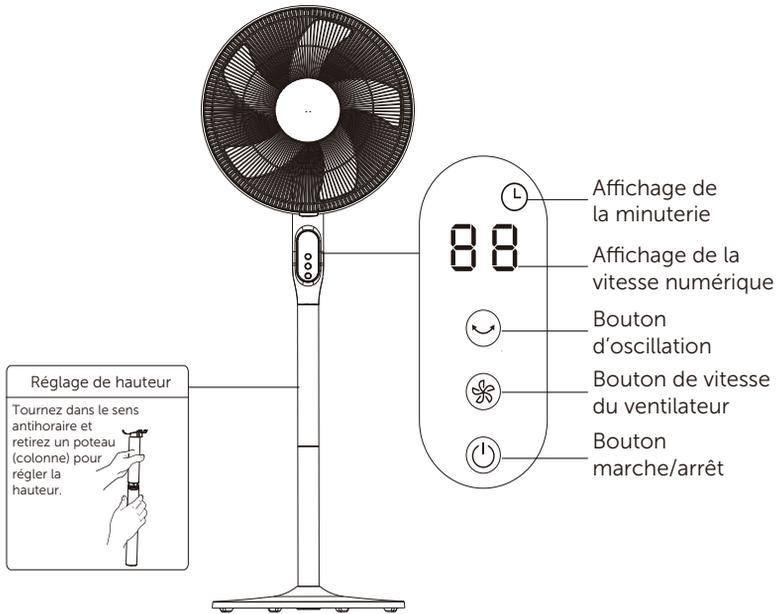

Fig. 4
I. Panneau de commande (fig. 4)